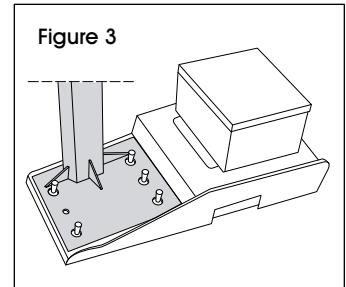

Figure 3
2. À deux, positionnez la tour de façon à ce que le chariot porte-film soit face à la plaque tournante. Alignez les trous dans la base de la tour sur les cinq goujons filetés du cadre. (Voir Figure 3)